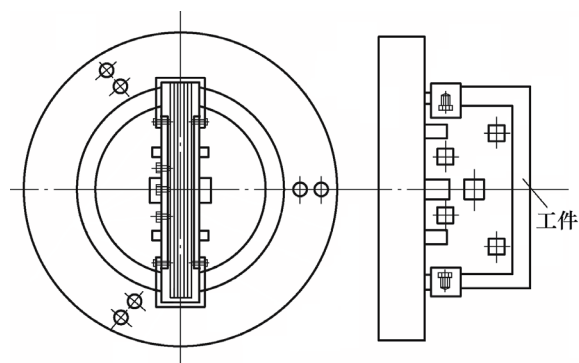

图6 链板夹具安装
1) 将链板夹具安装在车床卡盘上，用螺栓紧固，夹具即安装完成。将需要加工的链板安放在2块夹具挡板之间，使用挡板上的压紧螺栓进行压紧找正，然后使用安全挡板根据链板长短进行固定，防止加工时链板从夹具中甩出，即可进行链板的车削加工，如图6所示。